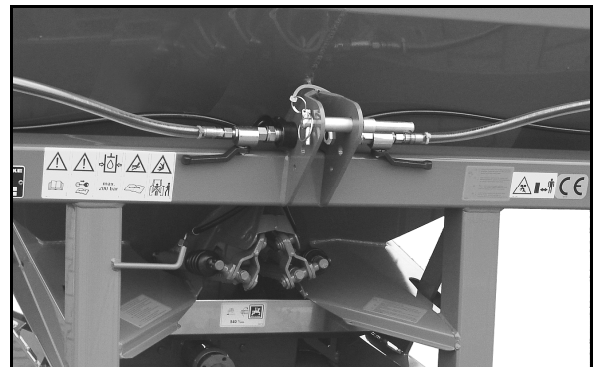

Bild 26
4. Lägg undan hydraulslangarna i slangförvaringen (Bild 26).